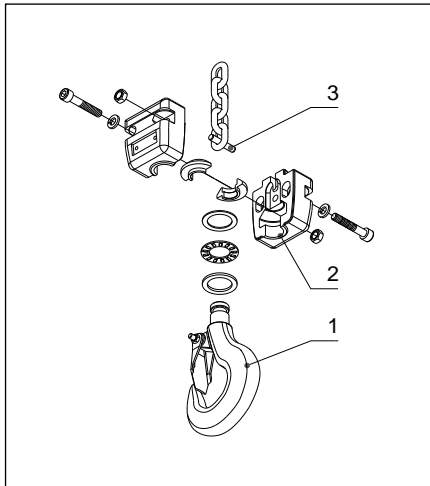

Abb. 20
**2-strängiger Betrieb:** Lastseitiges Kettenende mit dem Kettenhalter (3) verbinden und in der Führungsschiene des Gehäuses fixieren. Unterflasche (1) mit Lasthaken (2) gemäß Abb. 20 montieren.
Richtige Anordnung der Aufhängung beachten (siehe Abb. 20).